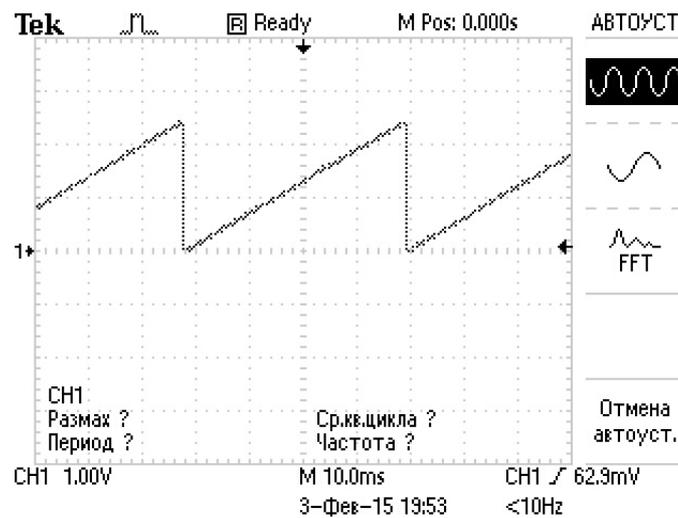

Рис. 4. Треугольные импульсы
3) Запустите её, наблюдайте результат на осциллографе. Совпадает ли он с данными рис. 4.